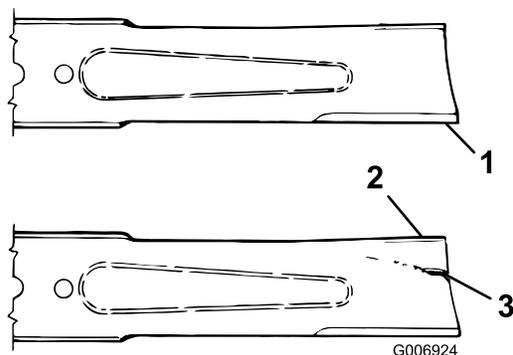

图 17
- 仔细检查刀片的剪草端特别是刀片平面和曲面交接的部分 (图 17)。
- 如果看到出现磨损图 17 请更换刀片请参阅 维修刀片平面 (页码 11)。
如果刀片能够经受磨损刀片的刀翼与平面部分之间也会形成凹槽 (图 17)。最终刀片可能断裂并被抛掷出刀片外壳可能对您自己或旁观者造成严重的伤害。